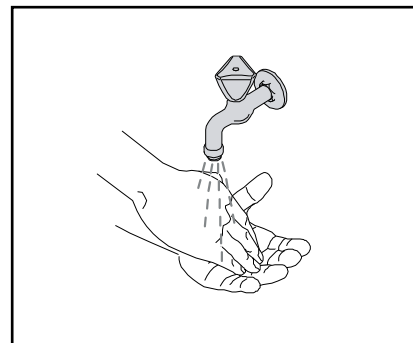

Рис. 3
1. Прежде чем взять упаковку с концентратом, вымыть руки. (Рис. 3)